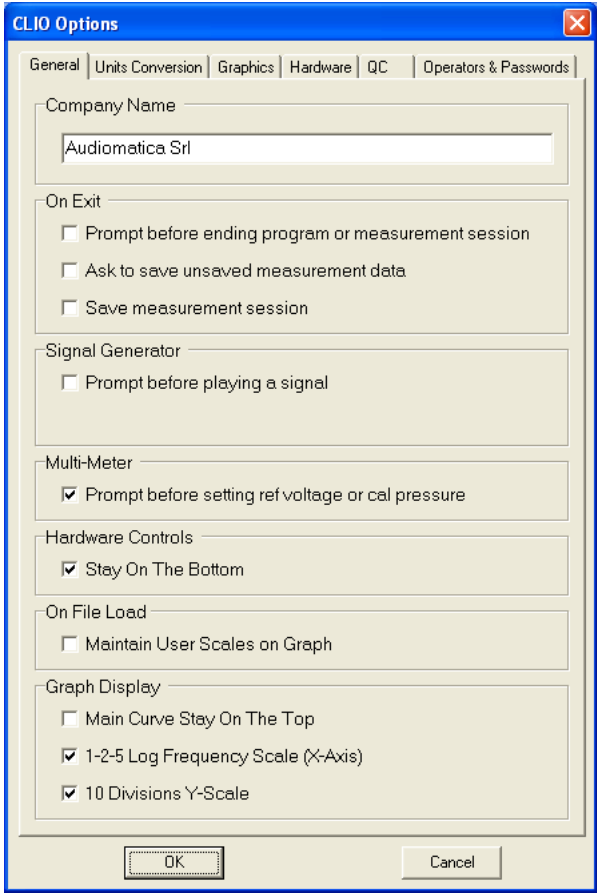

Fig.5.7 Diálogo de Opções Gerais
Abre a caixa de diálogo de Options do CLIO (Fig.5.7)
- Abrindo esta tabela (Fig. 5.7) você pode definir o seguinte: